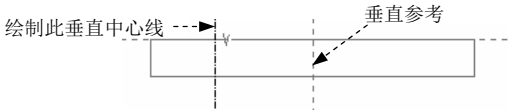

图 5.2.52 绘制垂直中心线
③ 绘制、标注截面。
a) 绘制一条图 5.2.52 所示的垂直中心线。
说明：由于基础特征的拉伸类型是“对称”拉伸，所以在绘制图 5.2.52 所示的垂直中心线时，可以直接画在图 5.2.52 所示的垂直方向参考（RIGHT 基准平面）上，系统会自动捕捉并添加重合约束。